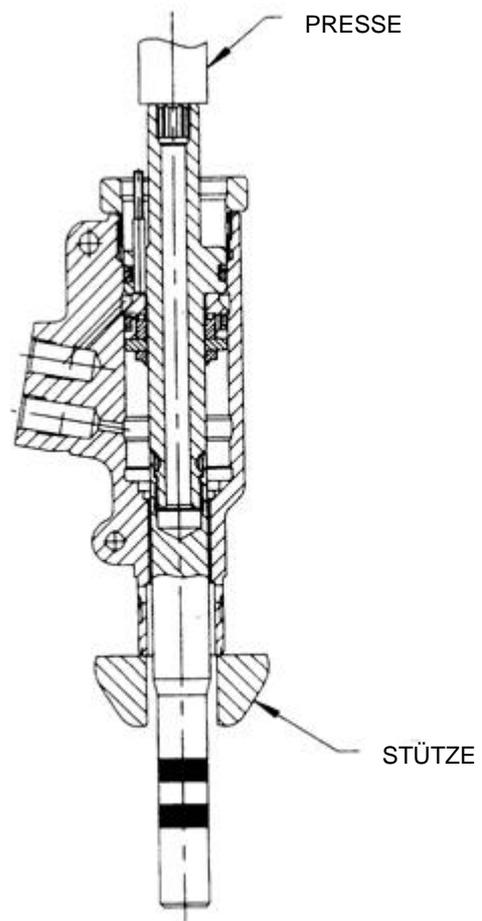

Abb. 9.3
4. Zylinder, Kolben-O-Ringe und vordere Stopfbuchsen-O-Ringe leicht schmieren. Das Werkzeug wie abgebildet abstützen und den zusammengebauten Kolben und STÜTZE die Bauteile in den Zylinder pressen. Das Kolbenmontagewerkzeug abnehmen – siehe *Abb. 9.3*.